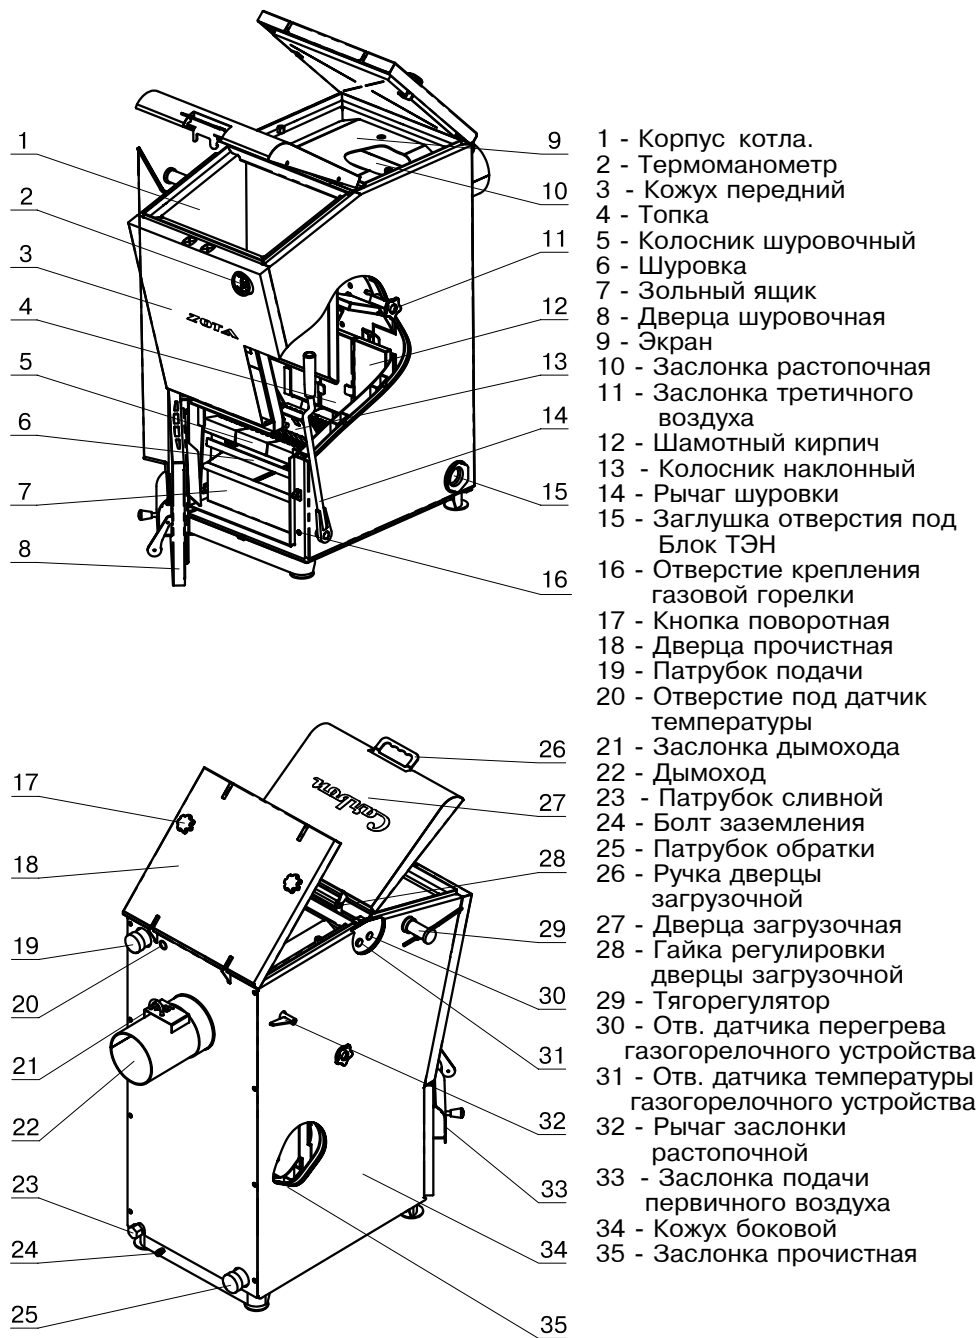

Рис.1 Конструкция отопительного котла
4.6.4. Эксплуатировать котел при неполном заполнении системы отопления водой и с открытыми дверцами (поз. 8,18,27) (см. рис.1).
5.1. Котел (рис.1) состоит из корпуса (поз. 1), топки (поз. 4), системы газоходов, дымохода (поз. 22).
• Открыть прочистную дверцу поз.18 Рис.1 и убрать экран поз.9 Рис.1.
• Откройте полностью заслонку дымохода (поз. 21) Рис.1, установив ручки заслонки вдоль патрубка дымохода (положение “открыто”).